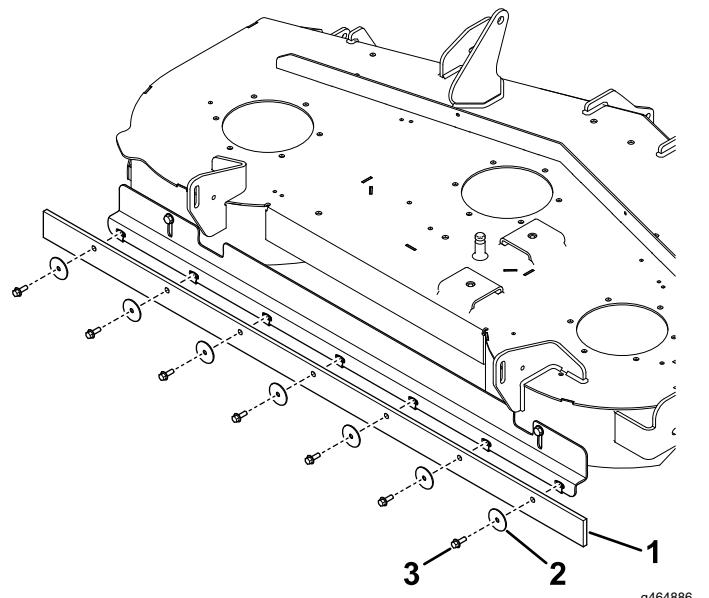

Bild 5
7. Montieren Sie den Abstreifer mit sieben Schrauben ($\frac{1}{4}'' \times \frac{3}{4}''$) und sieben Unterlegscheiben an der Halterung (**Bild 5**).